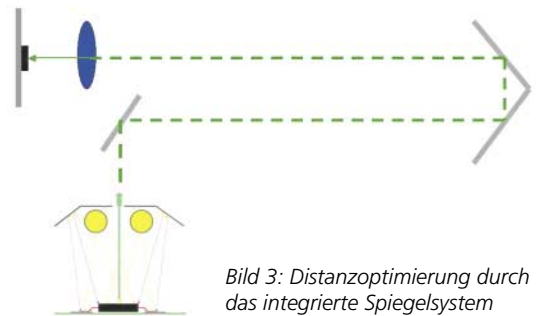

Bild 3: Distanzoptimierung durch das integrierte Spiegelsystem
S.L.C. hat das CCD-Zeilensystem Quins mit der Beleuchtung soweit optimiert, dass eine einzigartige Bildqualität erzielt wird. Das optimierte Beleuchtungsprinzip bei der Hardware ist eine optimale Mischung aus Direkt- und Streulicht, gleichmäßig verteilt über die gesamte Bildbreite, hervorgerufen durch die speziellen Lampen und dem für Quins entwickelten Reflektorsystem (**Bild 2**). Die Distanzoptimierung durch das integrierte Spiegelsystem (**Bild 3**) verringert